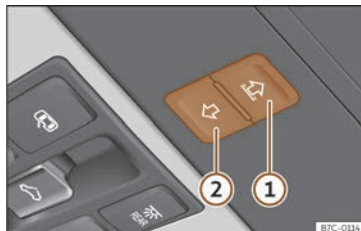

Fig. 85 En el revestiment interior del sostre: teclat de la cortineta para-sol.
Les teclat >>> **fig. 85** (1) i (2) tenen dos nivells. En el primer nivell es pot obrir o tancar la cortineta para-sol total o parcialment.
- **Cortineta para-sol:** abans que passin 5 segons aproximadament des de l'activació de la funció antiatrapament, premeu la tecla >>> **fig. 85** ⓑ fins que la cortineta es tanqui completament.